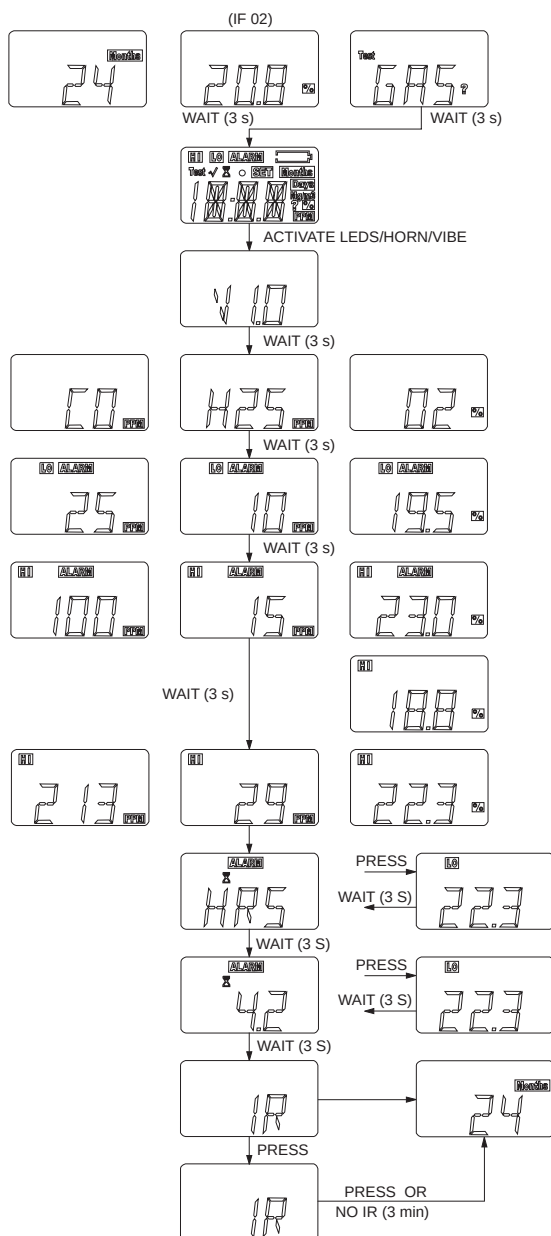

Fig. 5 Acceso a la información almacenada en el aparato
- (1) Pulsando la tecla [TEST] es posible recuperar en la pantalla los datos almacenados en el aparato (→ Fig. 5).